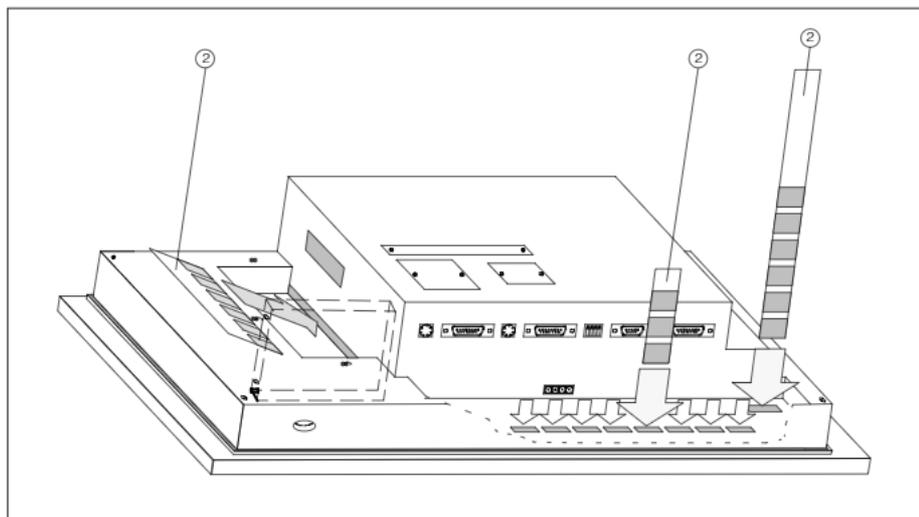

Figura 2-5 Infilare le strisce di dicitura
4. Far scorrere le strisce ② con la scritta verso il basso nelle fessure del frontalino (vedi figura 2-5).